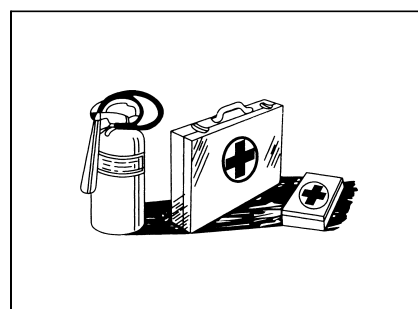

Рис.1-34
- На рабочем месте следует готовить ящик скорой помощи, который следует регулярно проверить, при необходимости добавить лекарства(рис. 1-34).